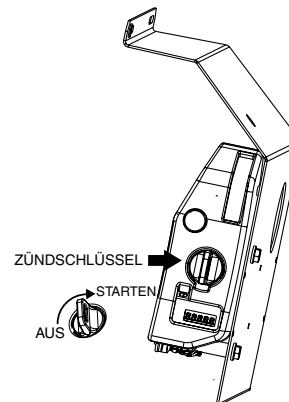

Abbildung 12. Zündschlüssel
5. Drehen Sie den Zündschlüssel (Abbildung 12) im Uhrzei- gersinn und hören Sie, wie der Motor startet. Sobald der Motor anspringt, den Zündschlüssel loslassen.